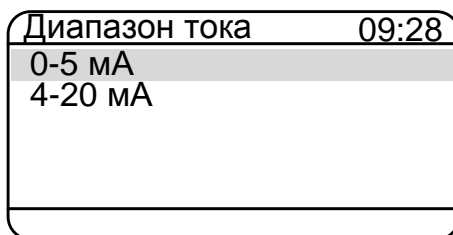

Рисунок 2.7
2.6.5.3.1 Выбор пункта «Диапазон тока» и нажатие кнопки «» вызывает на дисплей прибора диалоговое окно *Диапазон тока* (см. рисунок 2.7), в котором пользователю предлагается выбрать значение типа выходного унифицированного токового сигнала поверяемого датчика давления.